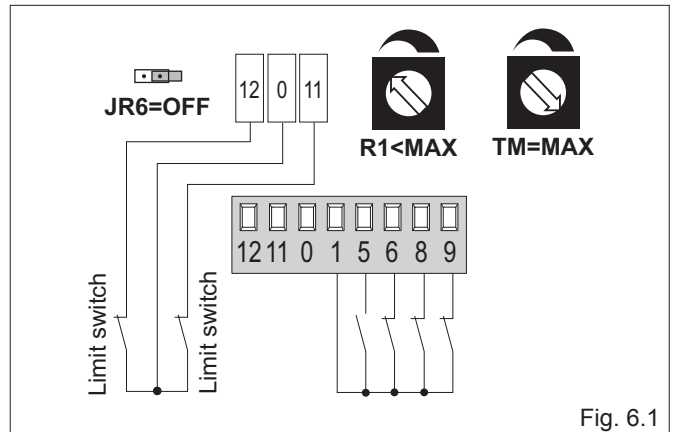

Fig. 6.1
- (Fig. 6.1) ligar os contactos N.C. dos fim de curso de abertura e fechamento nos faston 12-0-11;